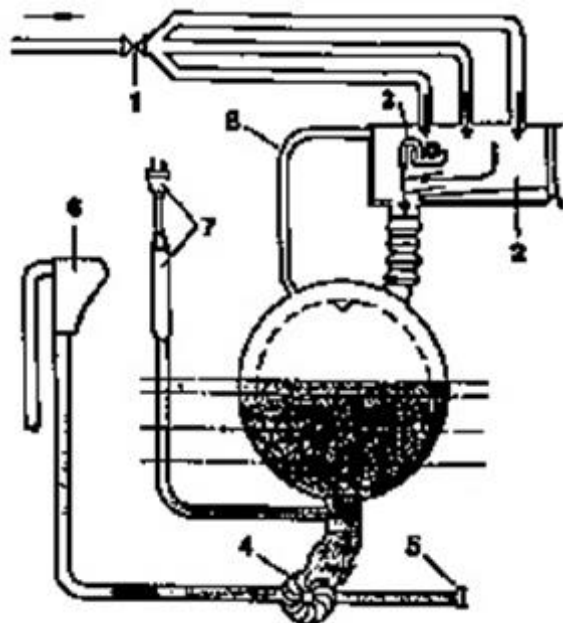

Рис.1
2. Какой узел обозначен позицией 7 на схеме циркуляции воды в стиральной машине (рис. 1):
3. Какой узел обозначен позицией 4 на схеме циркуляции воды в стиральной машине (рис. 1):
4. Какой узел обозначен позицией 1 на схеме циркуляции воды в стиральной машине (рис. 1):